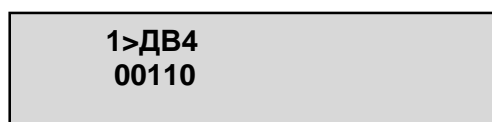

Рисунок 5.9 – Ввод запуска ОСЦ в инверсном режиме
4) Для перехода к следующему биту «ДВ4» нажимаем кнопку . Кнопками  - вверх или  - вниз устанавливаем «1». (рисунок 5.9).